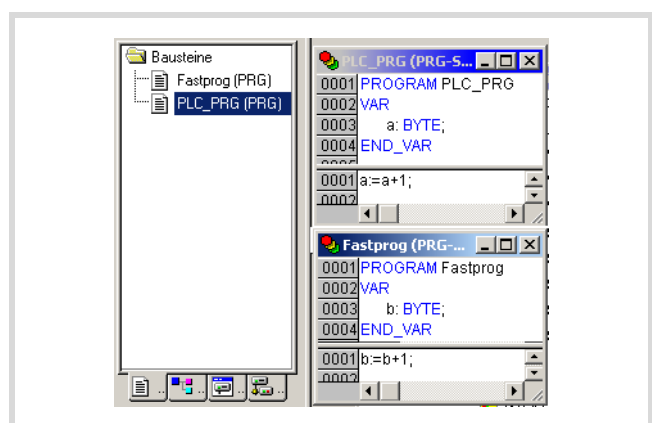

Abbildung 55: Programm erstellen
► Erstellen Sie die POUs „PLC_PRG“ und „Fastprog“ gemäß Abbildung 55.